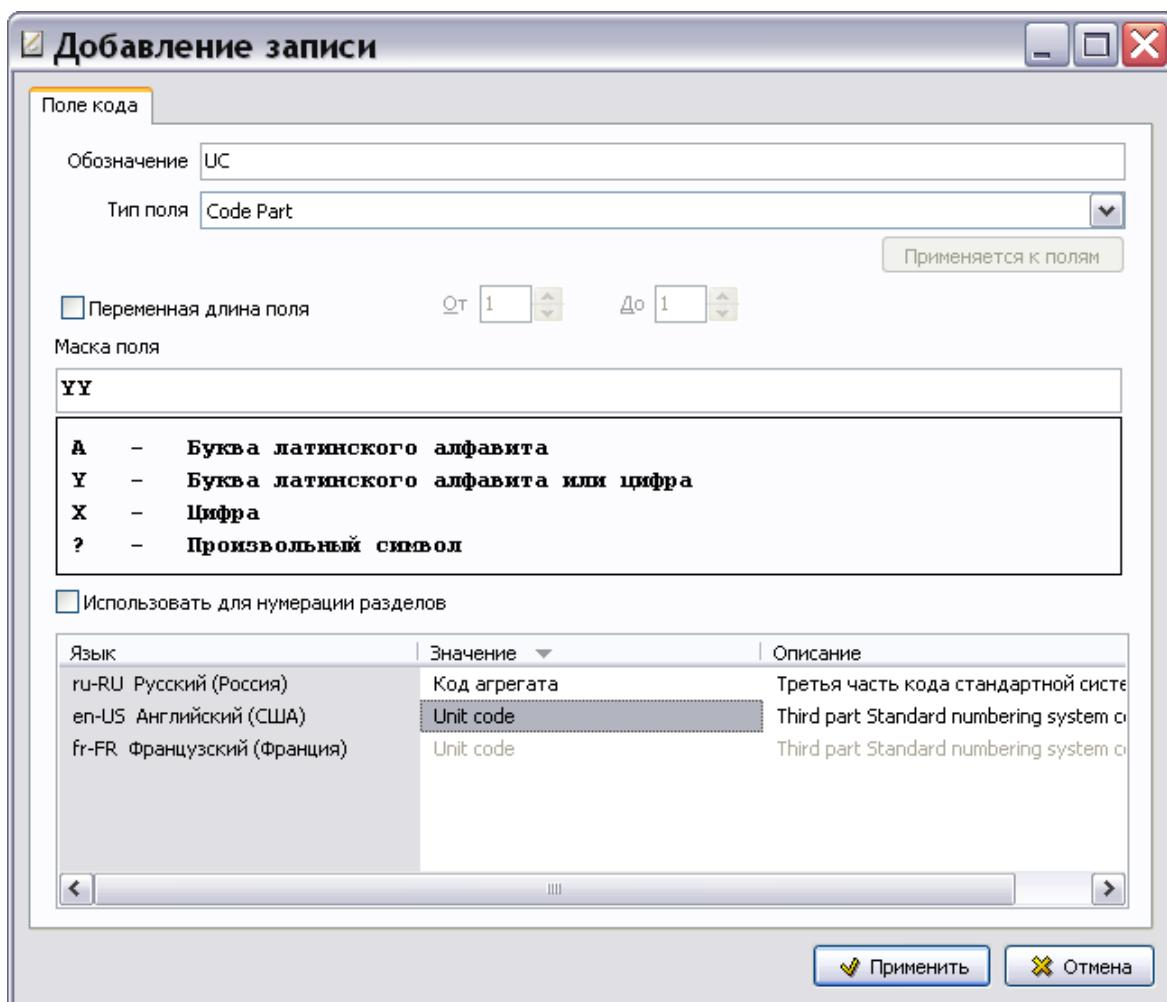

Рис. 2.32
3. В диалоговом окне **Добавление записи** для поля кода введите параметры поля кода (Рис. 2.32):